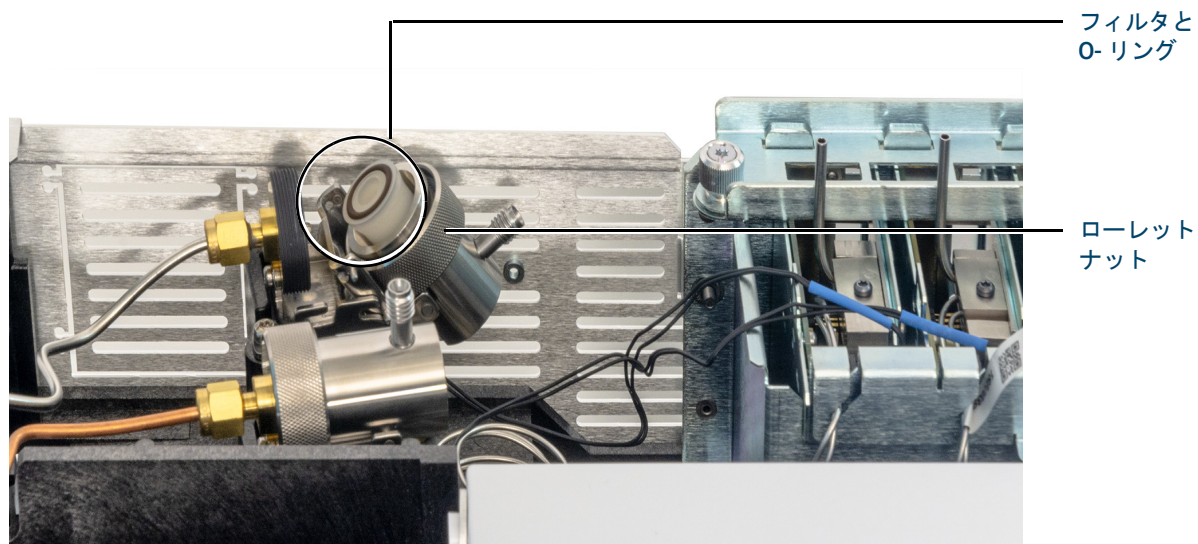

図 31. トラップアセンブリをスライドさせてフィルタが見えるようにする
- 図 31 に示すように、トラップアセンブリを固定用ブラケットからスライドさせ、上方に傾けてフィルタが見えるようにします。